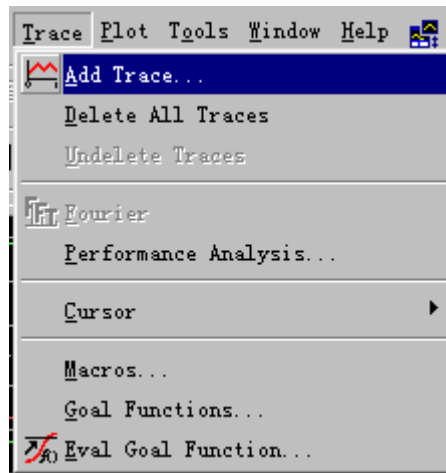
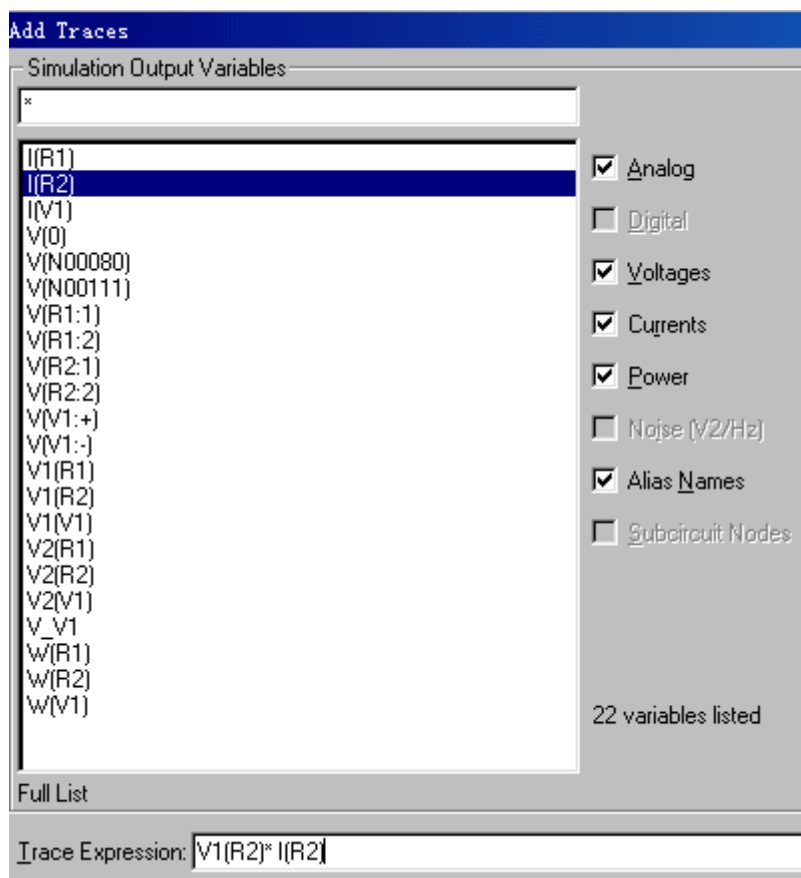
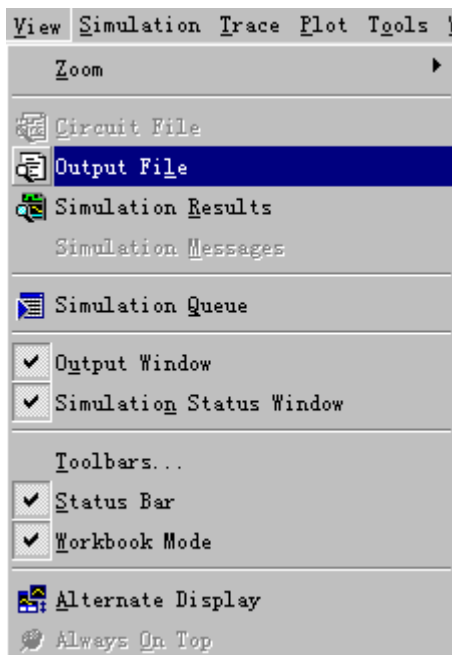

图9-39增减扫描变量用Trace命令
图9-40本例的扫描变量
图9-41 查阅文字输出档用View命令
2. 增减扫描变量若增减扫描变量时用Trace命令如图9-39所示，再在菜单栏启动Trace/Add Trace命令，或者单击常用工具栏的图标按钮，出现加入波形对话框如图9-40所示，从中选择需要显示的电压、电流、电位或电功率后单击【OK】，则波形窗口出现波形。
3. 查阅文字输出档在分析时经常需要文字输出文件。启动菜单 View, 选择Output File, 如图9-40所示。 , 即可查看文字输出档, 如图9-41所示。